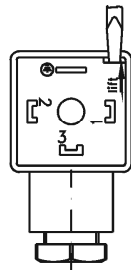

Abb. 2
- Drücken Sie das Innenteil (Pos. 8) der Leitungsdose mit Hilfe eines Schraubendrehers oder eines ähnlich geeigneten Werkzeuges heraus (Abb. 2).